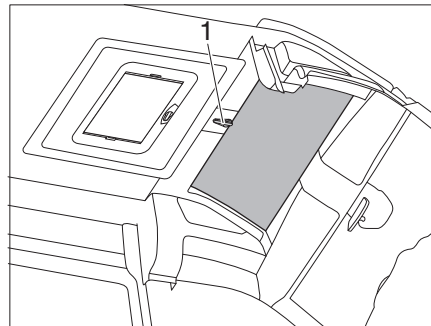

Bild 69 SkyRoof®
- Abrir el pestillo y la manivela (Bild 69,1) media vuelta.